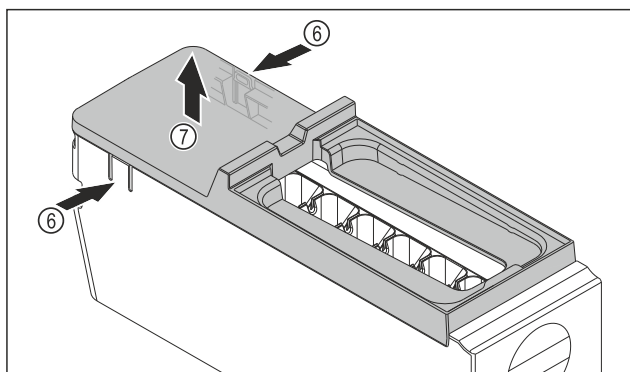

Fig. 106
- ▶ Abdeckung des EasyTwist-Ice-Körpers entnehmen: Laschen Fig. 106 (6) an den beiden Seiten des EasyTwist-Ice-Körpers mit einer Hand drücken.
- ▶ Abdeckung Fig. 106 (7) mit der anderen Hand nach oben entnehmen.